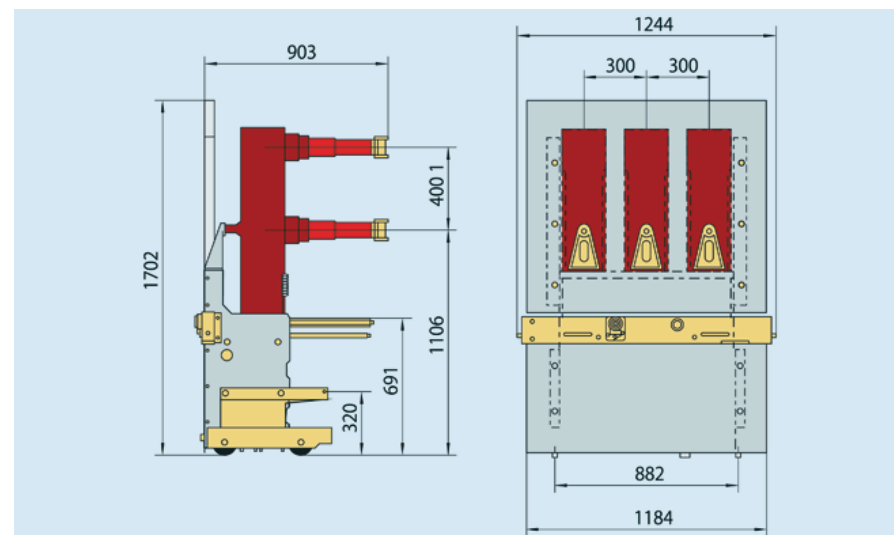

Рис. 6.1 Внешний вид и монтажные размеры выключателя, используемого с распределительным устройством типа KYN61-40.5(Z)
- 6.1 Внешний вид и монтажные размеры выключателя, используемого с распределительным устройством типа KYN61-40.5(Z) (см. рис. 6.1)